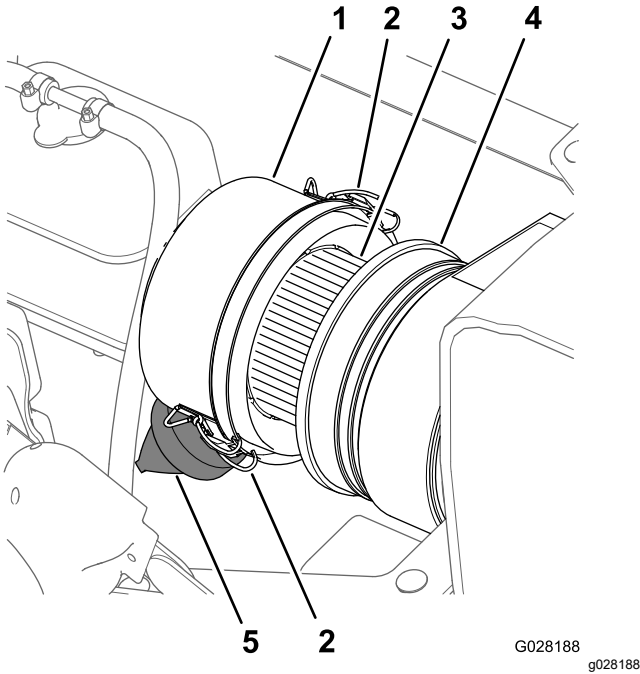
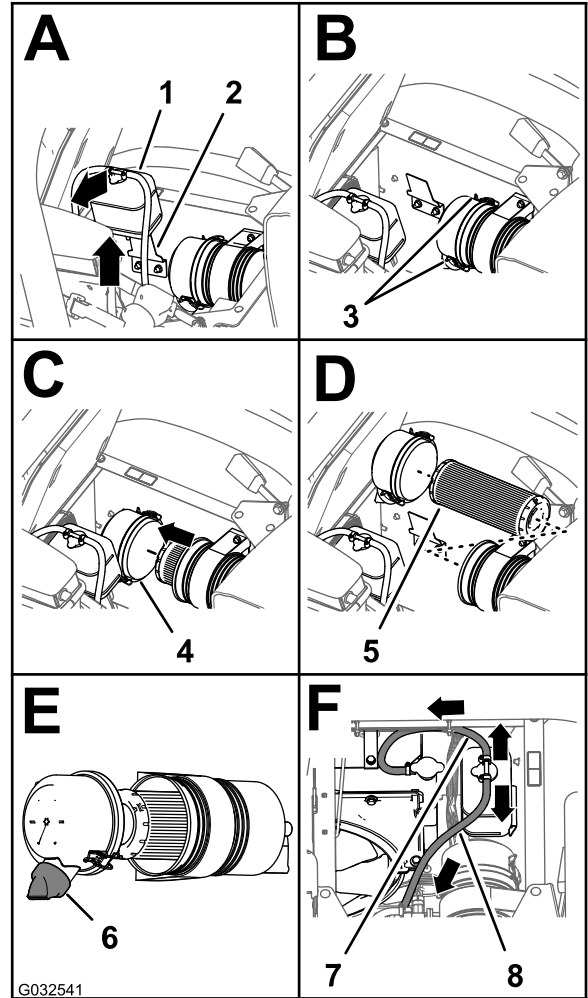

图 76
图 77
3. 清洁防尘盖和空气滤清器壳体 图 76。
4. 检查空气滤清器壳体是否存在可能导致空气泄漏的损坏 图 76。
5. 挤压防尘阀清除污物、灰尘和杂物 (图 76)。
7. 检查空气滤清器滤芯是否积聚了过多灰尘、污物和杂物 图 76。
8. 将防尘盖安装到空气滤清器壳体上使用 2 个搭扣固定防尘盖 图 76。
2. 清洁防尘盖和空气滤清器壳体 图 76。
3. 向上提起冷却液溢流罐并将其移离溢流罐支撑架 图 77。
4. 松开将防尘盖固定至空气滤清器壳体的 2 个搭扣 图 77。
6. 用湿抹布将防尘盖、空气滤清器壳体和防尘阀内部擦拭干净 图 76和图 77。
7. 将空气滤清器滤芯插入空气滤清器的壳体 图 77。
- 将防尘盖安装到空气滤清器壳体上使用 2 个搭扣固定防尘盖图 77。
注意 确保从尾端看时防尘阀在 57 点钟位置是对齐的图 77。
- 将冷却液溢流罐与溢流罐支撑架对齐稳固放置溢流罐图 77。
重要事项 确保压力释放软管向前下方伸出溢流罐通风软管向后方伸出如图 77 所示。